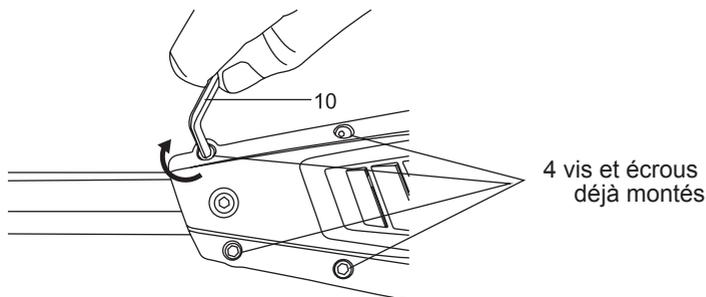

Fig. 4
5. Serrez les 4 vis déjà montées sur le module moteur à l'aide de la clé hexagonale (10) fournie. (Fig. 4)